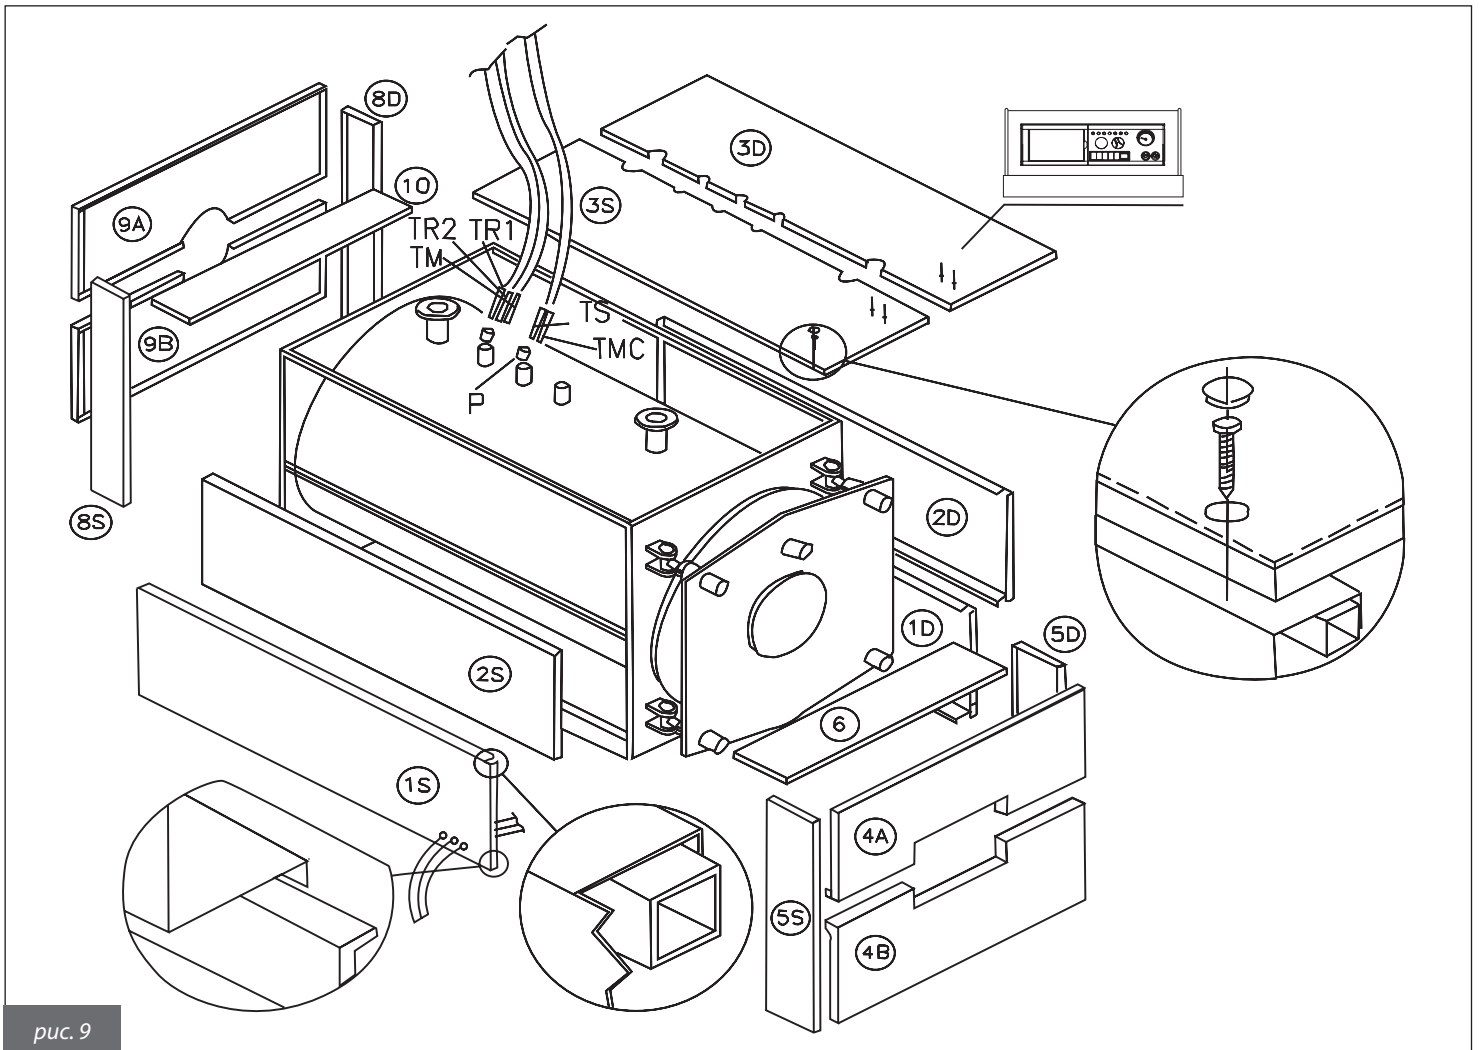

рис. 9
#### 4.2. Облицовка котла для мод. 500÷1300 (рис. 9)
- ф) Установить панели (5S) (5D), закрепляя на боковых панелях с помощью соответствующих скоб, после чего установить передние панели (4B) и (4A), закрепляя их на панелях (5S) и (5D). Закреть обшивку дверцы верхней панелью (6), закрепив ее винтами и закрыв проходные отверстия заглушками (см. рис. 9).
- г) Установить панели (8S) и (8D), закрепляя их на боковых панелях с помощью соответствующих скоб, после чего установить передние панели (9B) и (9A), закрепляя их на панелях (8S) и (8D). Закреть обшивку дымохода с помощью верхней панели (10), закрепив ее винтами и закрыв проходные отверстия заглушками.